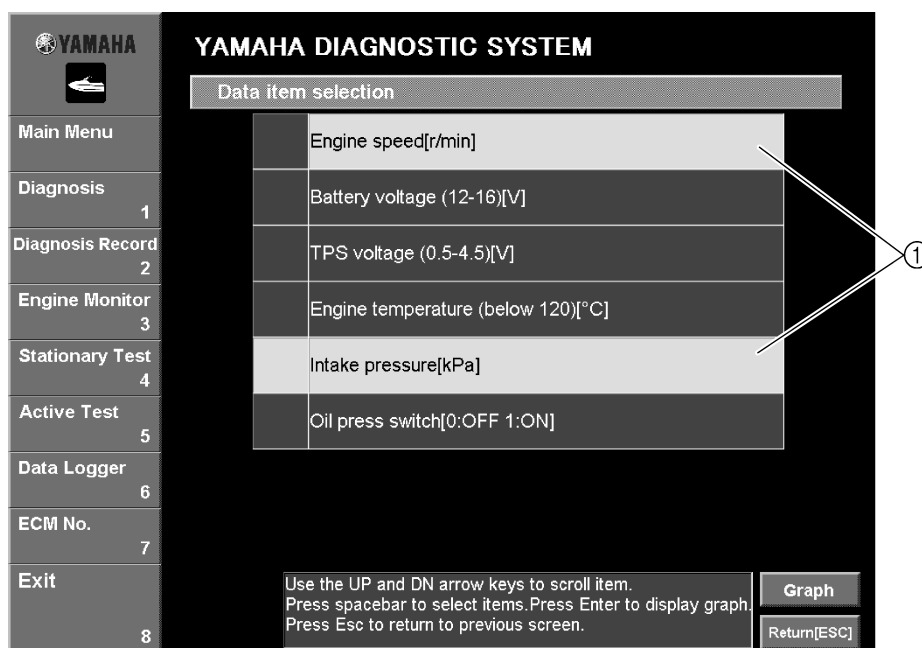
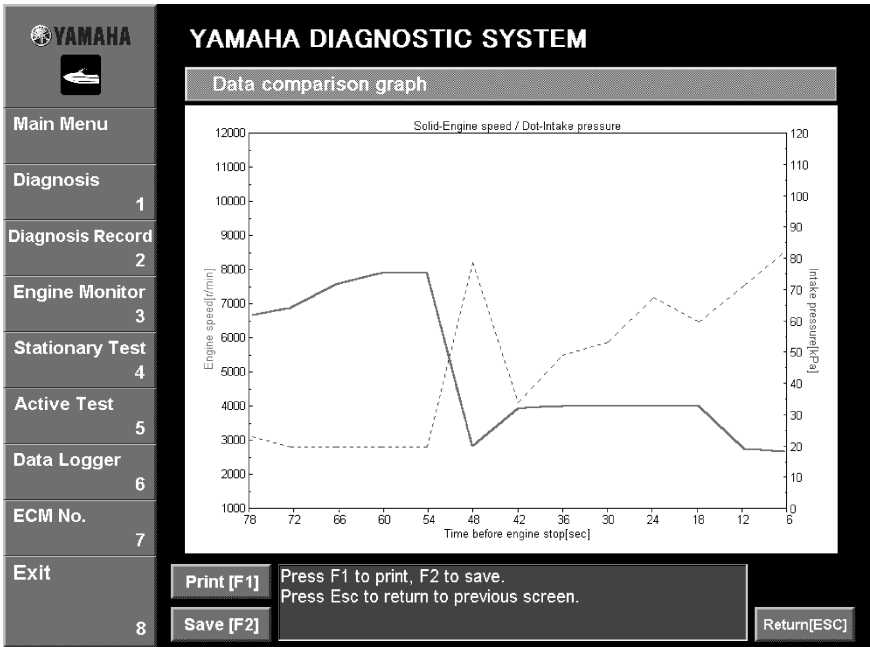

Fig. 60
Fig. 61
1. Select the desired items by either clicking them or pressing the up or down arrow keys on your keyboard, then pressing the space bar. (Fig. 60)
2. Click the **Graph** button or press the Enter key on your keyboard. (Fig. 60) The **Data comparison** window is displayed. (See fig. 61.)
1. Sélectionner les éléments souhaités en cliquant dessus ou en utilisant les touches haut ou bas du clavier, puis en appuyant sur la barre d'espace (Fig. 60).
2. Cliquer sur le bouton **Graph** ou appuyer sur la touche Entrée du clavier (Fig. 60). La fenêtre **Data comparison** (comparaison des données) s'affiche (voir la fig. 61).
1. Die gewünschten Datenfeld entweder durch Anklicken oder durch Benutzung der Pfeiltasten auf Ihrer Tastatur auswählen und dann die Leertaste drücken. (Abb. 60)
2. Klicken Sie auf **Graph** oder drücken Sie die "Enter"-Taste Ihrer Tastatur. (Abb. 60) Das **Data comparison** (Datenvergleich) Fenster erscheint. (Siehe Abb. 61.)
1. Seleccione los elementos que desee haciendo clic en ellos o bien pulsando la flecha arriba o abajo del teclado y luego pulse la barra espaciadora. (Fig. 60)
2. Haga clic en el botón **Graph** o pulse la tecla Intro en el teclado. (Fig. 60) Aparece la ventana **Data comparison** (Comparación de datos). (Ver fig. 61.)
A line graph appears with the items selected in the **Data display item selection** window on the vertical axes and the **Time before engine stop** on the horizontal axis. (Fig. 61)
Un graphique linéaire s'affiche avec les éléments sélectionnés dans la fenêtre **Data display item selection** (sélection d'un élément d'affichage des données) sur les axes verticaux et le paramètre **Time before engine stop** (temps avant l'arrêt du moteur) sur l'axe horizontal (Fig. 61).
Es erscheint ein Strichdiagramm in einem Fenster mit den ausgewählten Datenfeldern aus der **Data display item selection** (graphischen Darstellung für den Datenvergleich) auf der vertikalen Achse und mit der **Time before engine stop** (Zeit vor dem Anhalten des Motors) auf der horizontalen Achse. (Abb. 61)
Aparece un gráfico de líneas con los elementos seleccionados en la ventana **Data display item selection** (Selección de elemento para visualizar datos) en el eje vertical y el **Time before engine stop** (Tiempo antes de parada del motor) en el eje horizontal. (Fig. 61)